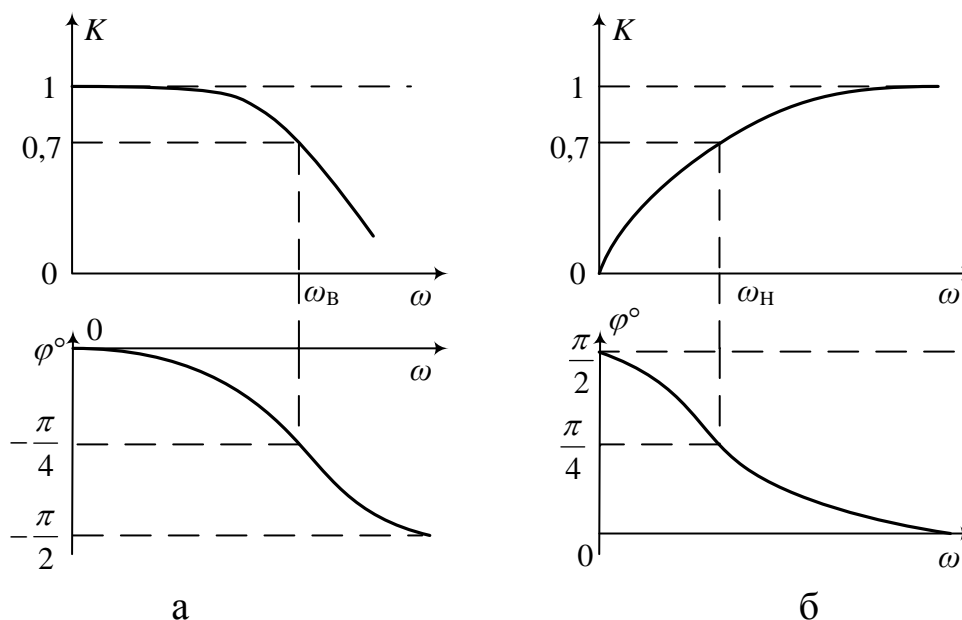

Рис.1.2. Амплитудно- и фазочастотные характеристики интегрирующей (а) и дифференцирующей (б) цепей
На рис. 1.2 показаны амплитудно-частотные (АЧХ) $k(\omega)$ и фазоча-
Значение τ можно определить по переходной характеристике RC -цепей (см. рис. 1.2). Интегрирующая цепь имеет характеристику фильтра низких частот, дифференцирующая – фильтра высоких частот.
4) Исследовать переходные характеристики интегрирующей цепи. Для этого на вход цепи подавать с многофункционального генератора прямоугольных колебаний импульсы амплитудой 1 В, периодом колебаний 6 мс, длительностью 3 мс. Зарисовать форму выходных импульсов. По осциллограмме определить постоянную времени цепи в соответствии с рис. 1.2. сравнить полученную величину с результатами расчетов п. 3.